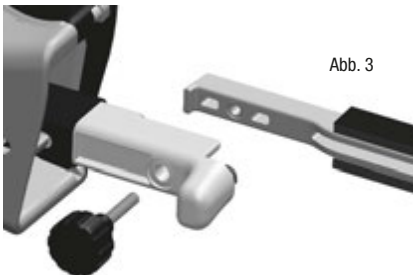

Abb. 3
7. Entfernen Sie den Kontaktarm und ersetzen diesen durch den gewünschten Arm. Stellen Sie sicher, dass sich die Lasche am Ende des Arms im Kanal der Führungsarmhalterung befindet (siehe Abb. 3).